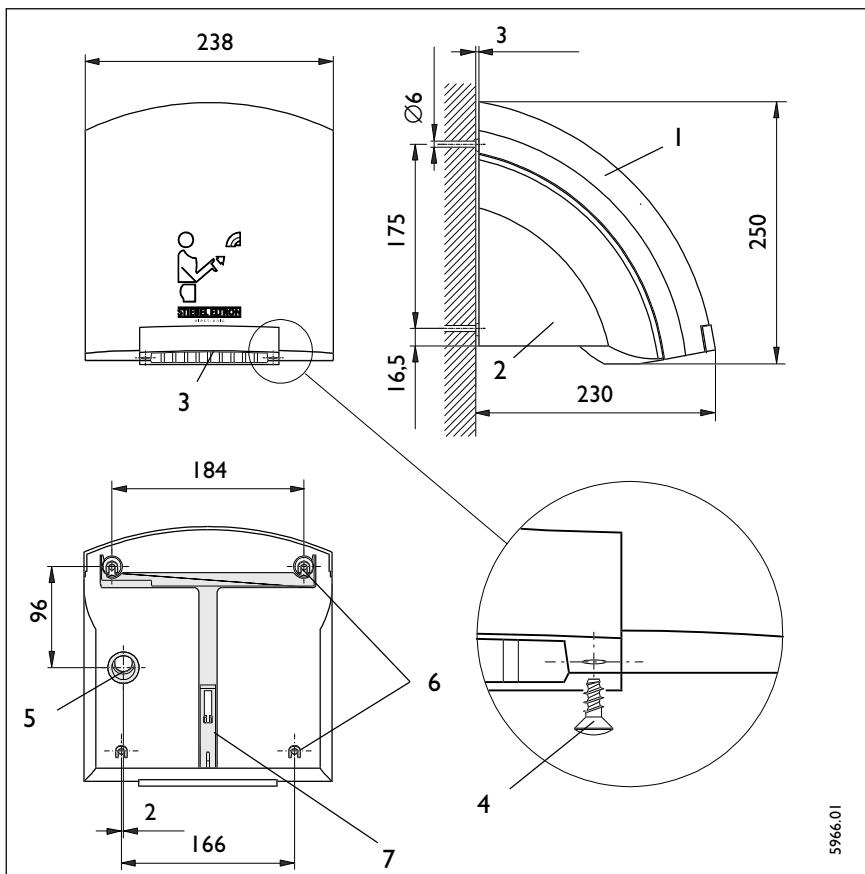

Рис.2
#### **Конструкция прибора (рис.2)**
Размеры указаны на рис.2.
4. Закрепите оба крепёжных винта на решётке выхода тёплого воздуха (рис.2, поз.4)